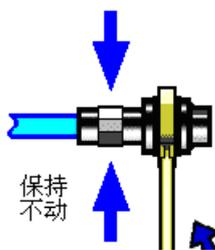

图 4-3 使用力矩扳手完成最后连接
- c) 使用力矩扳手拧紧完成最后的连接，注意力矩扳手不要超过起始的折点，可使用辅助的扳手防止连接器转动。如图 4-3：